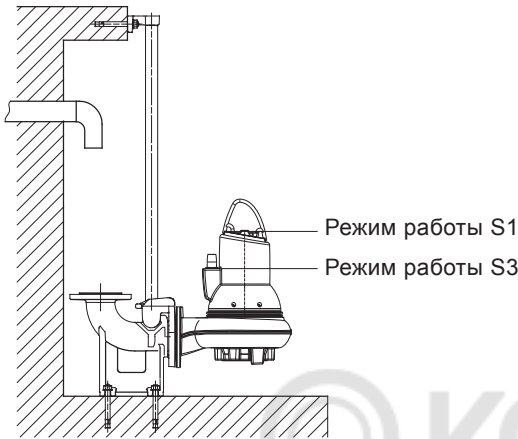
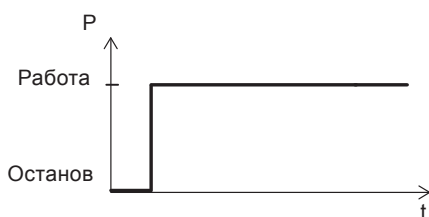

Рис. 13 Режимы работы насосов SL
Рис. 15 S1, непрерывный режим эксплуатации
11. Проверить уровень жидкости – он должен быть выше электродвигателя насоса для режима S1 и доходить до середины электродвигателя для режима S3. См. рис. 13. Если жидкость не доходит до минимального уровня, запускать насос нельзя.
- Режим S1 (непрерывная эксплуатация), насос должен быть постоянно погружен в перекачиваемую жидкость до верхней точки электродвигателя. См. рис. 13.
- Режим S3 (работа с перерывами), насос должен быть погружен в перекачиваемую жидкость до середины электродвигателя. См. рис. 13.
В этом режиме насос частично погружен в перекачиваемую жидкость, т.е. уровень жидкости должен быть не ниже верхней точки кабельного ввода на корпусе электродвигателя. См. рис. 13.
В данном режиме насос может работать непрерывно без остановки для охлаждения. См. рис. 15. При полном погружении насос достаточно охлаждается окружающей перекачиваемой жидкостью. См. рис. 13.